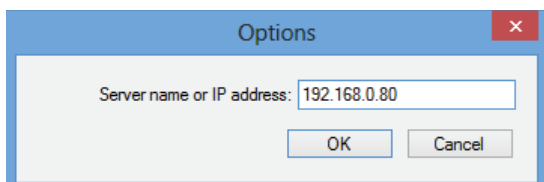

figura 59.3: Ventana Options
- 1 Vaya a *File > Options*. Se mostrará una pantalla similar a la indicada en figura 59.3.